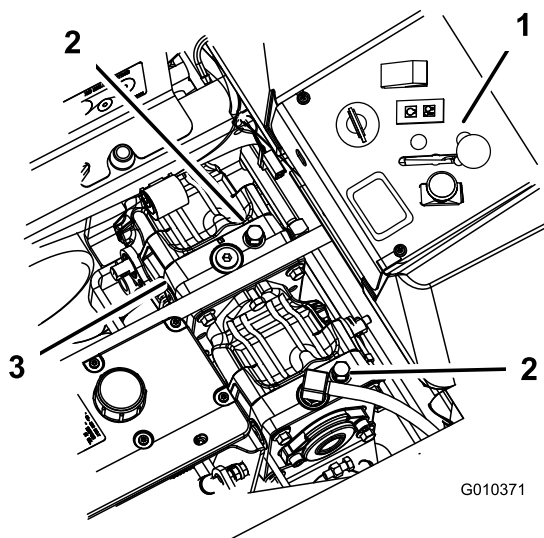

Figura 39
3. Ruotate le valvole di bypass in senso antiorario di 1 giro per spingere (Figura 39).
Girate le valvole di bypass di un giro in senso orario per azionare la macchina (Figura 39).